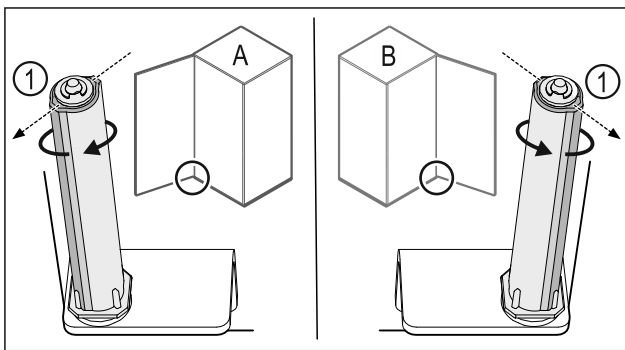

Fig. 39 Ovi avautuu vasemmalle (A) / ovi avautuu oikealle (B)
- Kierrä sulkuyksikköä vastusta vasten niin pitkälle, että sulkujärjestelmän porras Fig. 39 (1) osoittaa ulospäin.